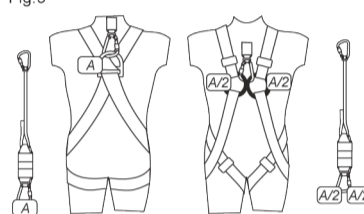

Fig.4
- Dehnung des Falldämpfers, bei Sturzfaktor 2 mit 100 Kg (Fig.4).